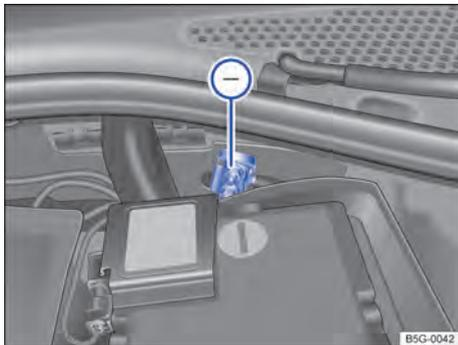

Fig. 161 No compartimento do motor: ponto de auxílio à partida (ponto de aterramento).
-  O ponto de auxílio à partida (ponto de aterramento) serve para conectar o cabo auxiliar de partida *preto* → Fig. 161.